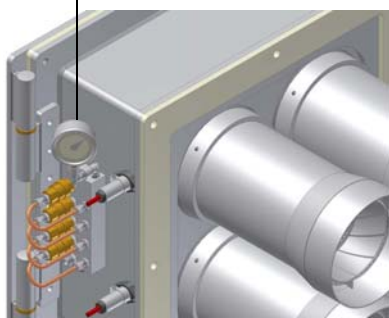

Рис. 19
Расход дизельного топлива регулируется за счет выбора форсунки (противопоточного типа), соответствующего мощности котла и типу применения размера, а также регулировки давления на прямом и обратном ходе жидкого топлива, согласно данных, указанных в таблице и на графике на Рис. 19 (для считывания давления - читайте последующие параграфы).
- 9 Давление питания форсунки уже отрегулировано заранее на заводе-изготовителе и не должно изменяться. Только в случае необходимости, отрегулировать давление питания (см. соответствующий параграф) следующим образом: установить манометр в положение, указанное на Рис. 19, воздействовать на регулировочный винт **VR** насоса (см. Рис. 18) до получения на форсунке давления в 20 бар (форсунки Monarch или форсунки Vergonzo- см. графики на Рис. 19);